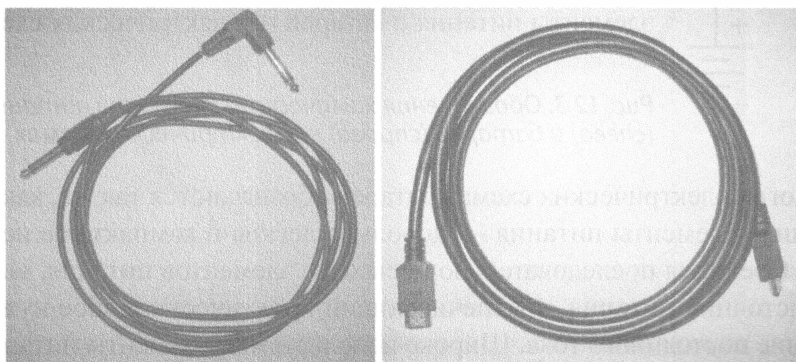

Рис. 12.2. Аналоговый аудиокабель (слева) и HDMI-кабель (справа) обеспечивают передачу информации между отдельными блоками электронного оборудования
- » *Штекеры и розетки* служат для передачи аудио- и видеосигналов между отдельными блоками оборудования по кабелю наподобие тех, которые представлены на рис. 12.2. Штекеры на каждом конце кабеля подключаются к соответствующим розеткам, расположенным на корпусе устройства. Аналоговые аудиокабели (рис. 12.2, *слева*) содержат один или два сигнальных провода (по которым передается аудиосигнал) и металлический экран, в который заключены провода. Этот металлический экран защищает сигнальные провода от электромагнитных помех (так называемого *шума*) путем минимизации наводок паразитного тока в этих проводах. Кабели цифровых систем мультимедиа, например HDMI-кабель, показанный на рис. 12.2, *справа*, содержат несколько экранированных проводов, по которым передаются цифровые аудио- и видеосигналы.